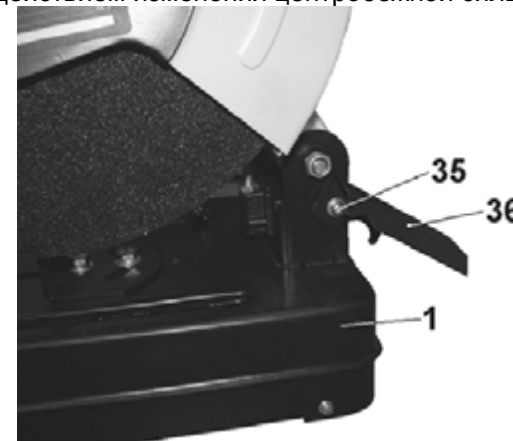

Рис. 6
11.7. Во избежание скапливания металлических опилок и абразивной пыли на рабочем столе (1) ослабьте крепление винта (35), установите искрогаситель (36) в выбранное положение, закрепите винтом (35), Рис. 6.
**ВНИМАНИЕ:** Запрещается резко отпускать рабочую ручку (10).
11.8. При регулировке ограничения опускания отрезного диска (15) на определённую (фиксированную) глубину резания ослабьте контргайку (25). Установите болт (24) таким образом, чтобы в нижнем (необходимом) положении отрезного диска (15) головка болта (24) упиралась в ограничитель (29), Рис. 6.